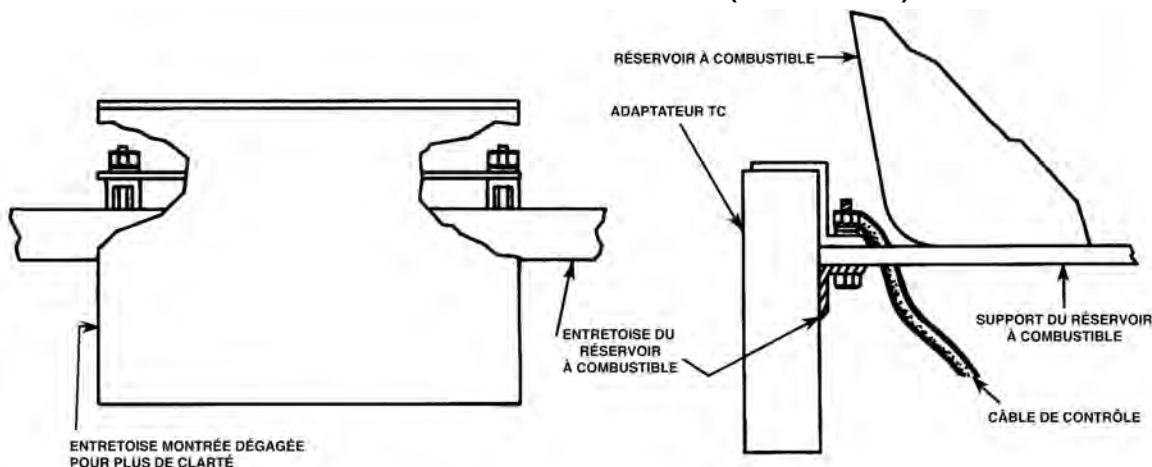

FIGURE 13 – Montage de l'Entretoise du Châssis.
2. Monter le K385-2 sans le serrer en position tel que le montrent la Figure B et la Figure 13 pour la SAE-400 et la SAE-500, ou bien la Figure A et la Figure 13 pour la SAE-400 WELD'N AIR. Il est important que l'Adaptateur TC soit positionné à niveau contre l'entretoise du réservoir à combustible. Prendre soin de ne pincer aucun fil ou ligne.
2. Monter le K385-2 sans le serrer en position tel que le montrent la **Figure B** et la **Figure 13** pour la SAE-400 (Deutz), desserré en position comme sur la **Figure A**. Il est important que l'Adaptateur TC soit positionné à niveau contre l'entretoise du réservoir à combustible. Prendre soin de ne pincer aucun fil ou ligne.